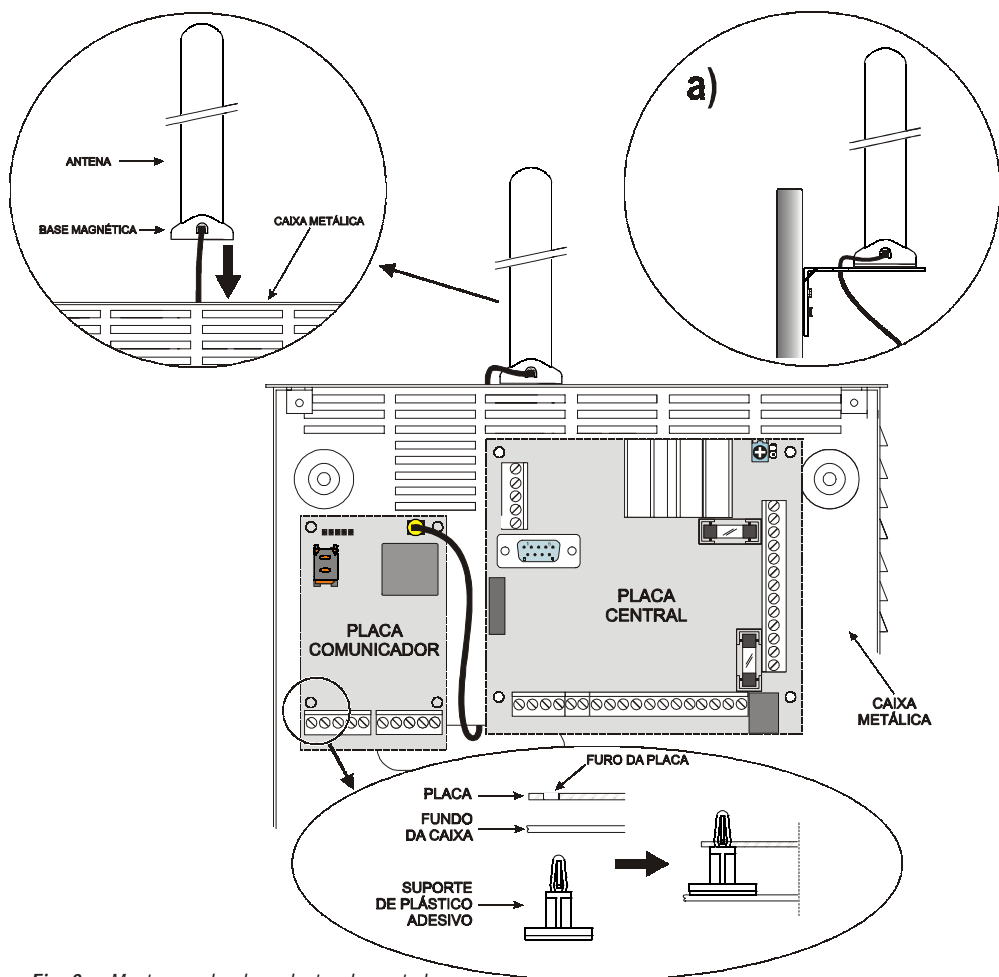

Fig. 2 - Montagem da placa dentro da central
- 4a. Posicione a antena com o cabo de 25 cm ou a antena com o cabo de 2 m [1] em cima da caixa metálica (Fig. 2) de maneira que a base magnética [2] adira à superfície. Passe o cabo da antena através de uma abertura para a passagem dos cabos. Para a versão **BGSM-100KEA** é possível utilizar o suporte metálico [13], ver a Fig. 2a. Fixe o suporte metálico [13] utilizando os furos [12] numa superfície adequada. Posicione a antena com o cabo de 2 metros [1] em cima do suporte metálico [13] (Fig. 2a), de maneira que a base magnética [2] adira à superfície. Passe o cabo da antena através do furo [11] do suporte metálico [13].